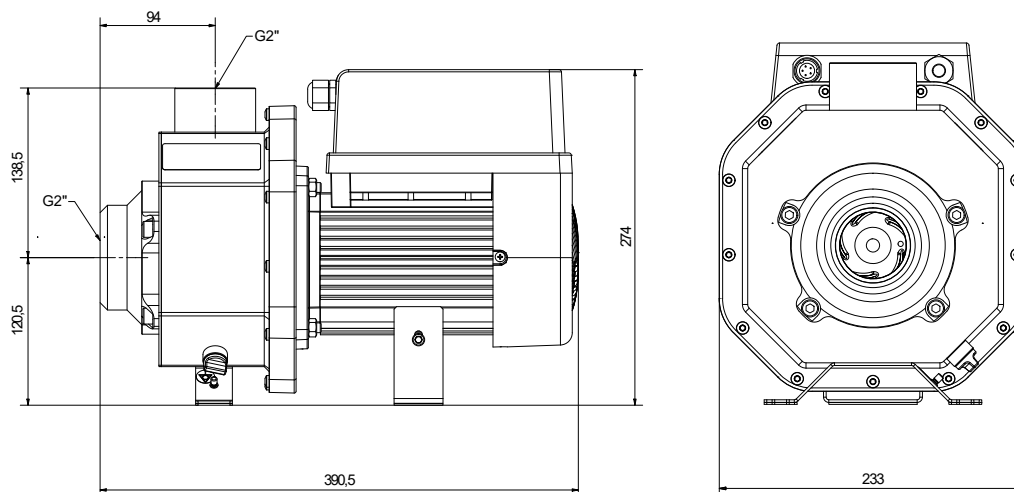

Bild 7
- Det skall vara minst 300 mm fritt avstånd bakom pumpmotorn, se Bild 7.